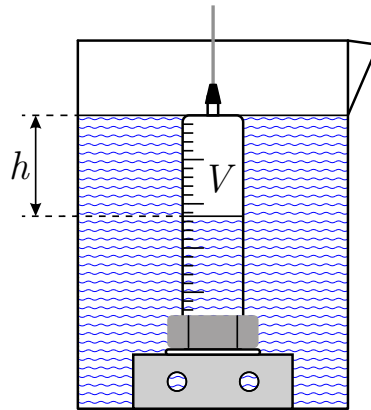

Рис. 1. Измерение высоты жидкости внутри шприца.
1. Прикрепите иглу к большому шприцу без поршня. Наденьте на корпус шприца гайку. Поставьте на дно стакана два уголка, соединенных магнитами. Установите шприц вертикально на подставку из уголков. Вода в стакане должна доходить до уровня нулевого деления в шприце (см. рис. 1). Вы можете доливать воду из маленького стакана или сливать лишнюю в него же. Выньте шприц из воды, чтобы вода вылилась из его внутреннего объема. Поставьте шприц обратно и проследите за уровнем воды в нем.
Выведем теоретическую формулу, описывающую измеренную зависимость. По мере заполнения цилиндра уровень воды в стакане практически не меняется, поэтому перепад давления на длине капилляра в момент, когда высота столба воздуха равна h (см. рис. 1), равен, очевидно, $\Delta P = \rho_{\text{воды}}gh$, где $\rho_{\text{воды}}$ – плотность воды. Тогда, в соответствии с формулой Пуазейля, для мгновенного расхода воздуха в момент времени t можно записать: